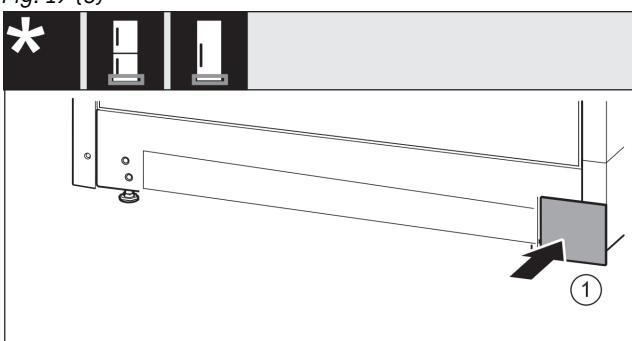

Fig. 20
- ▶ Ponovno nataknite pokrov na drugu stranu. Fig. 20 (1)